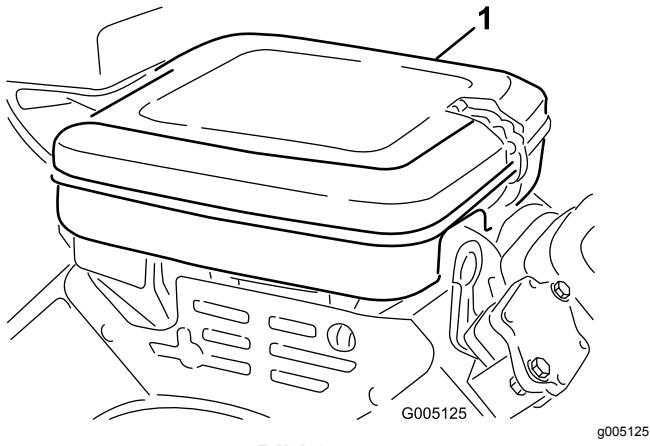

Bild 25
1. Reinigen Sie die Abdeckung gründlich (Bild 25).